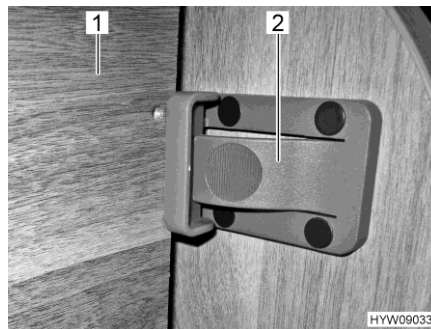

Fig. 62 Fusible avant
- Soulever le lit (Fig. 62,1).
- Sécuriser le lit avec le verrou (Fig. 62,2) à la paroi du meuble.
- Appuyer sur le verrou (Fig. 62,2).